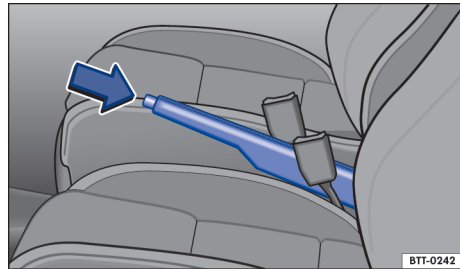

图 95 在前排座椅之间：手制动器
- 略微向上拉手制动器操纵杆并按压锁止按钮 → 图 95 (箭头)。